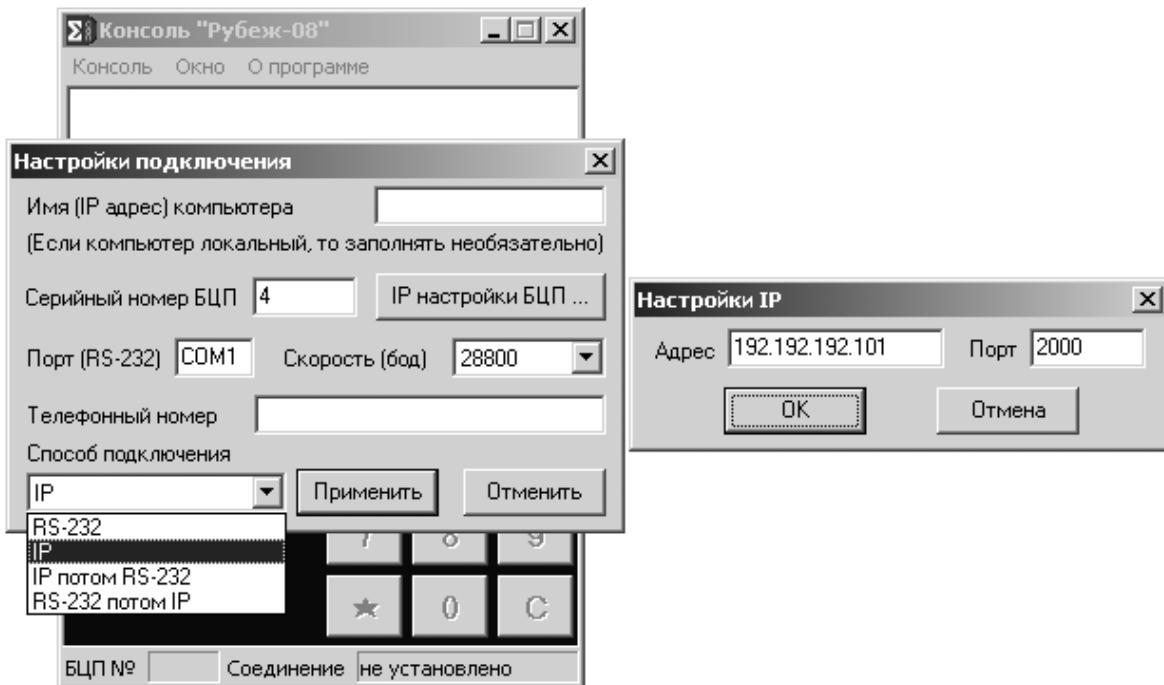

Рис. 8. Настройка подключения к БЦП в программе “Рубеж Консоль”.
- при первом запуске программы, в появившемся окне нажать на кнопку “Настройка”, если программа уже запущена, то выбрать меню [Консоль→Настройки], после этого появиться окно (Рис. 8);